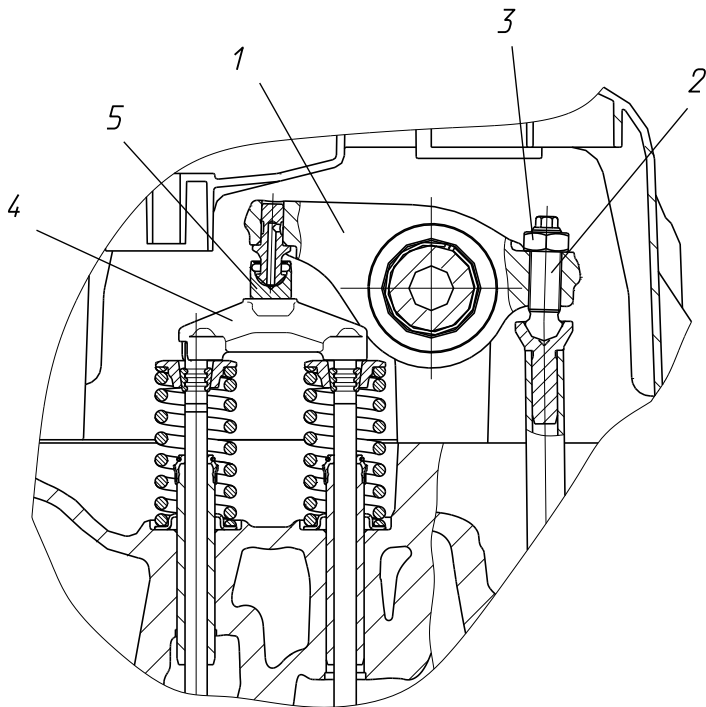

Рисунок 47. Регулировка клапанного механизма:
9. Для регулировки зазора необходимо (см. рисунок 47):